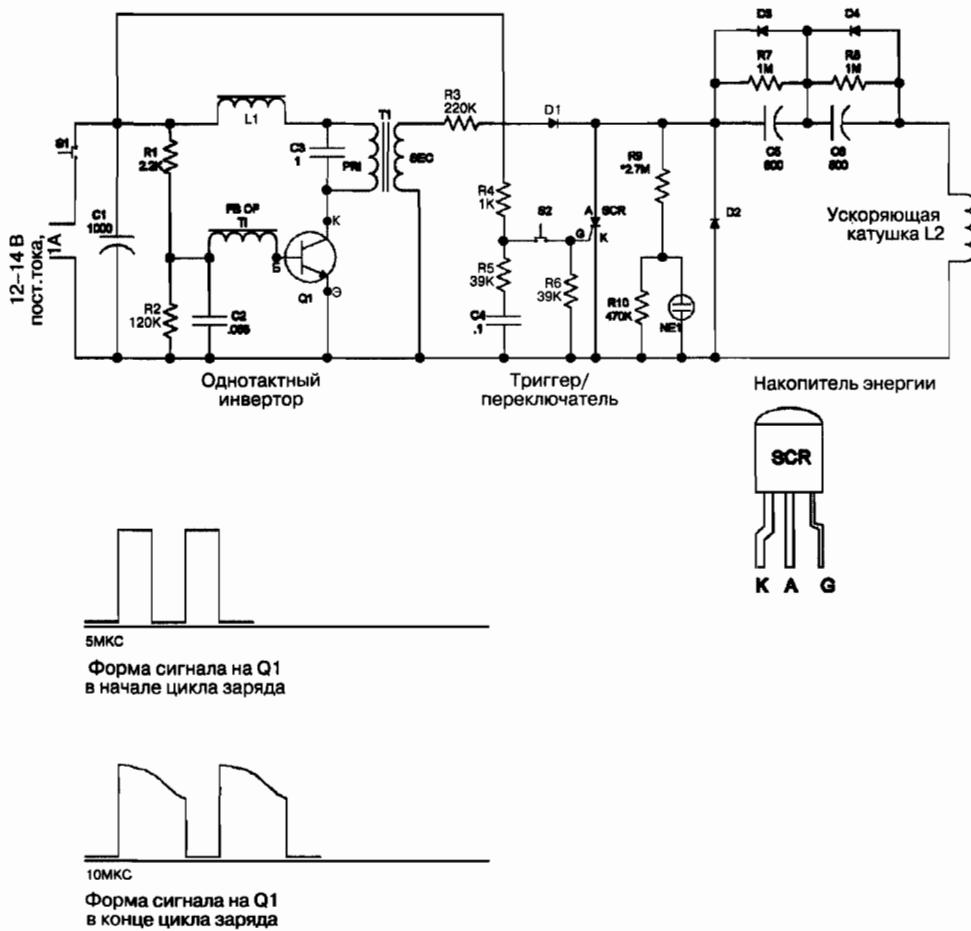

Рис. 2.2. Принципиальная схема устройства
Однотактная инверторная схема работает в режиме генератора импульсов. Она показана на рис. 2.2. Режим генерации создается за счет положительной обратной связи между цепями коллектора и базы транзистора Q1. Вывод коллектора подключен к первичной обмотке трансформатора PRI T1, а вывод базы – к обмотке обратной связи FB OF T1. Индуктивность первичной обмотки PRI T1 и конденсатор C3 образуют параллельный контур с резонансом на частоте, определяемой их параметрами, и являются коллекторной нагрузкой транзистора Q1. Входное напряжение питания постоянного тока 12 В и током нагрузки 1 А подается от внешнего источника низковольтного напряжения и управляется кнопкой выключения питания S1.
- Подключите выводы вольтметра диапазона 1000 В к + C5 и – C6. Если у вас есть осциллограф, можете наблюдать форму волны на коллекторе Q1 и сверить ее с рис. 2.2.